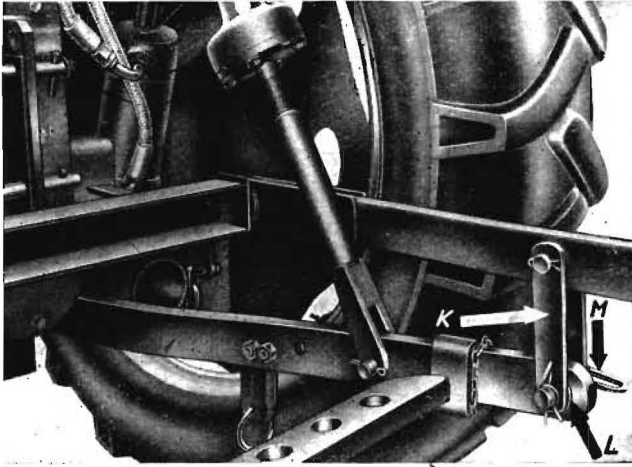

Bild 9
Achtung! Anbaubock oberes Loch, Haltetasche unteres Loch. Mit der Verbindung (K) wird der Umlenkhebel an das Kugelgelenk (L) des Hubarmes angeschlossen. (Stecker mit Handgriff (M) und Federstecker.) (Bild 9)